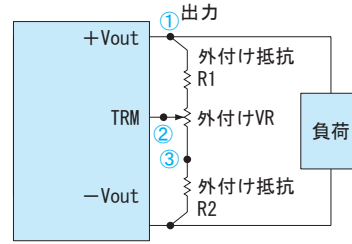

図1.1 外付け部品の接続方法
■ボリューム (VR) と抵抗 (R1, R2) を図1.1のように接続することで出力電圧を可変できます。